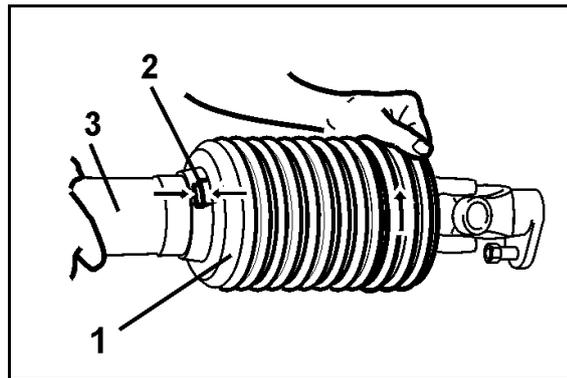

Fig. 53
9. Colocar la mitad del estribo tubular de protección (Fig. 53/1).
10. Girar el embudo de protección (Fig. 53/2) a la posición de bloqueo.
11. Enroscar el tornillo de retención (Fig. 53/3).